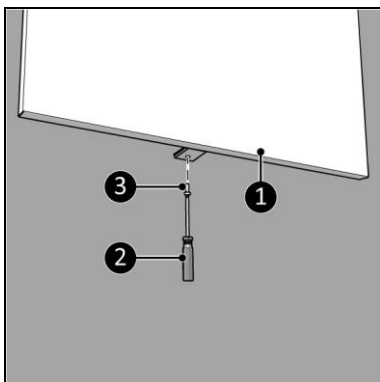

Figure 9
10. Vissez et fixez l'appareil (figure 9, pos. 1) au support mural avec une petite vis (figure 9, pos. 3) à l'aide d'un tournevis Phillips (figure 9, pos. 2).